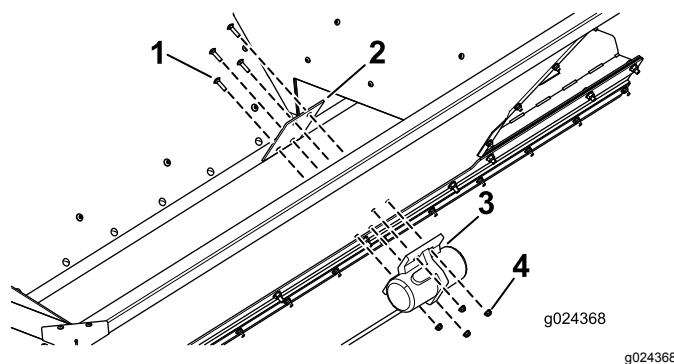

Figura 13
2. Prenda a placa de montagem e o vibrador no veículo com quatro parafusos de carroçaria e quatro porcas como se mostra na Figura 13.